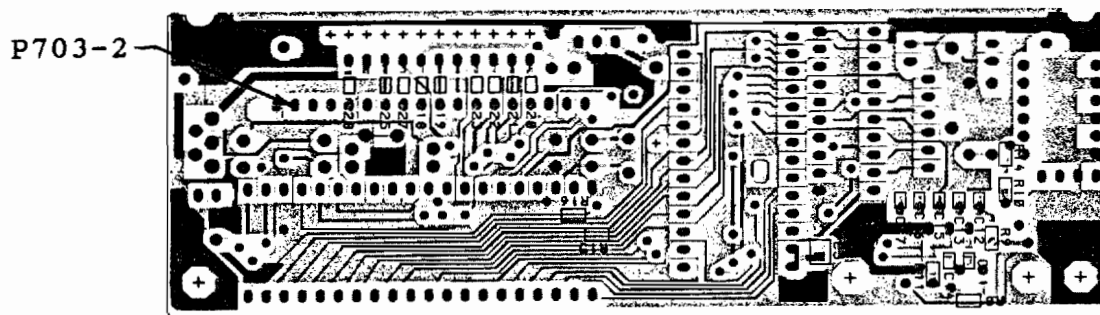

FIGURE 5
2. ADD SPIKE PROTECTION CIRCUIT TO SOLDER SIDE OF LOGIC BOARD 19D901960 (SEE FIGURE 5 & 6).
3. CONNECT GREEN WIRE FROM PROTECTION CIRCUIT TO J905-6 ON SYSTEM BOARD (SEE FIGURE 5 & 6).